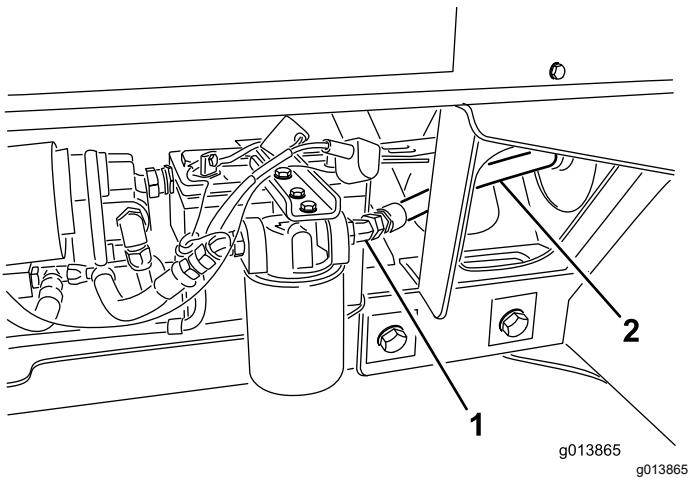

Bild 11
8. Schließen Sie den Hydraulikschlauch Nr. 3 an den Filterauslass an (Bild 11).